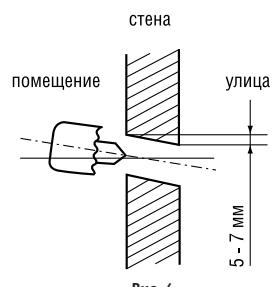

Рис. 4
- Расположите монтажную пластину горизонтально (рис. 3) на стене в том месте, где будет крепиться внутренний блок кондиционера. Соблюдайте указанные расстояния (рис. 4).